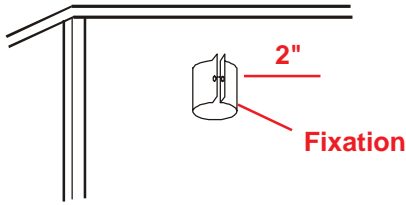

FIGURE 1
**Étape 1.** Monter la fixation 2" sous le rebord du toit à l'aide des vis fournies. Figure 1.